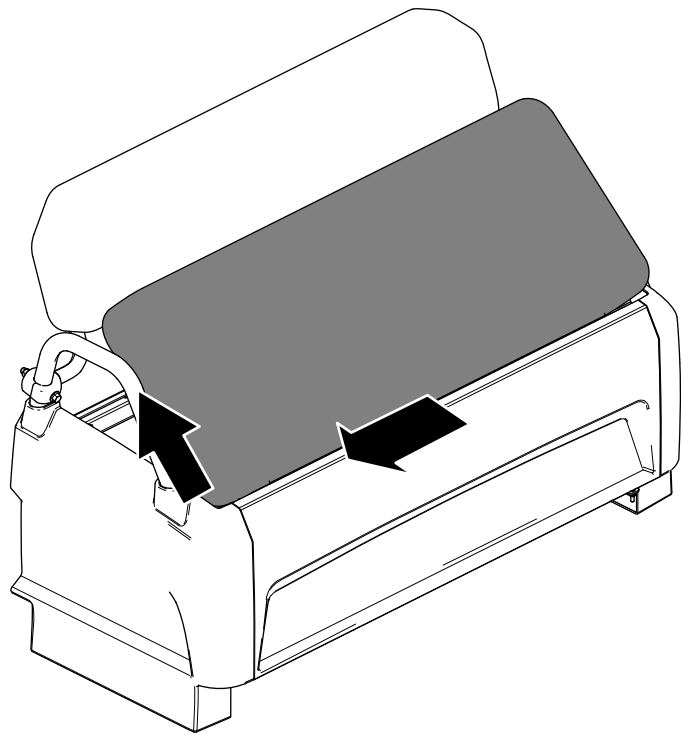

Figura 33
2. Fate scorrere il cuscino lateralmente estraendolo dai perni e sollevatelo (Figura 33).